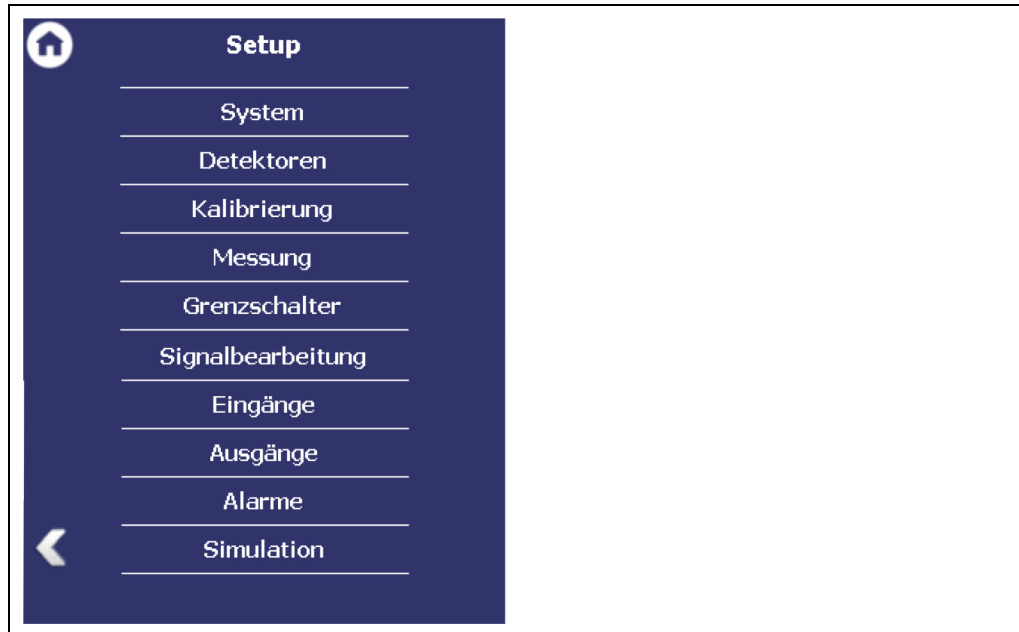

Abb. 27 Menü „Setup“
1. Klicken Sie auf das Textfeld (Abb. 27, Pos. 1), um das Eingabefeld zu öffnen.
4. Klicken Sie auf <OK> (Abb. 27, Pos. 2), um zu bestätigen.